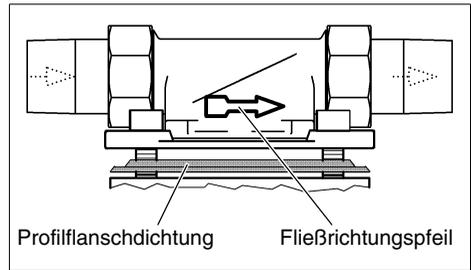

Abb. 2: Einbaudrehflansch
**Der Einbaudrehflansch muss in Fließrichtung installiert werden. Diese ist durch einen eingegossenen Pfeil gekennzeichnet (siehe Abb. 2).**
- Prüfen, ob das Profil der Profilverflanschdichtung zum Umgehungsventil zeigt (siehe Abb. 2).